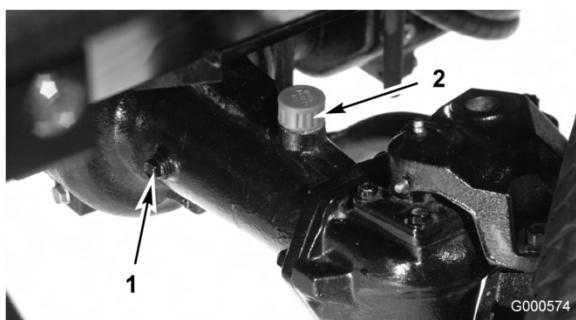

Bild 45
2. Entfernen Sie die Prüfschraube aus einem Ende der Achse (Bild 45) und stellen sicher, dass der Schmierstoff die Unterseite des Lochs erreicht. Entfernen Sie bei niedrigem Ölstand die Füllschraube (Bild 45) und füllen genug Öl